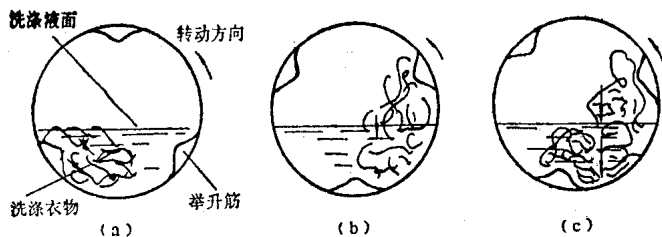

图 1 滚筒式洗衣机洗涤机理
1. 衣物浸泡在洗涤液中，随着滚筒的转动，依靠衣物与带孔的滚筒内壁及举升筋之间的摩擦力，使衣物贴近筒壁和举升筋的部分同远离部分之间发生相对运动，如图1 (a) 所示。这种衣物的部分与部分之间的相对运动所产生的洗涤效果类似于手工洗涤过程中的揉搓洗涤动作。
2. 滚筒以一定速度转动时，举升筋会将衣物举到高出洗涤液面的某一高度，然后由于衣物的自重跌落在洗涤液中，如图1 (b) 所示。这种衣物从较高处跌入洗涤液时与液面撞击的动作类似于手工洗涤过程中的摔打动作。
3. 随着滚筒连续不断地转动，滚筒内的衣物循环不断地跌入洗涤液中，上层衣物由于重力作用压紧下层衣物，迫使下层衣物（紧贴滚筒内壁）发生变形，如图1 (c) 所示。这一动作类似于手工洗涤过程中的挤压动作。